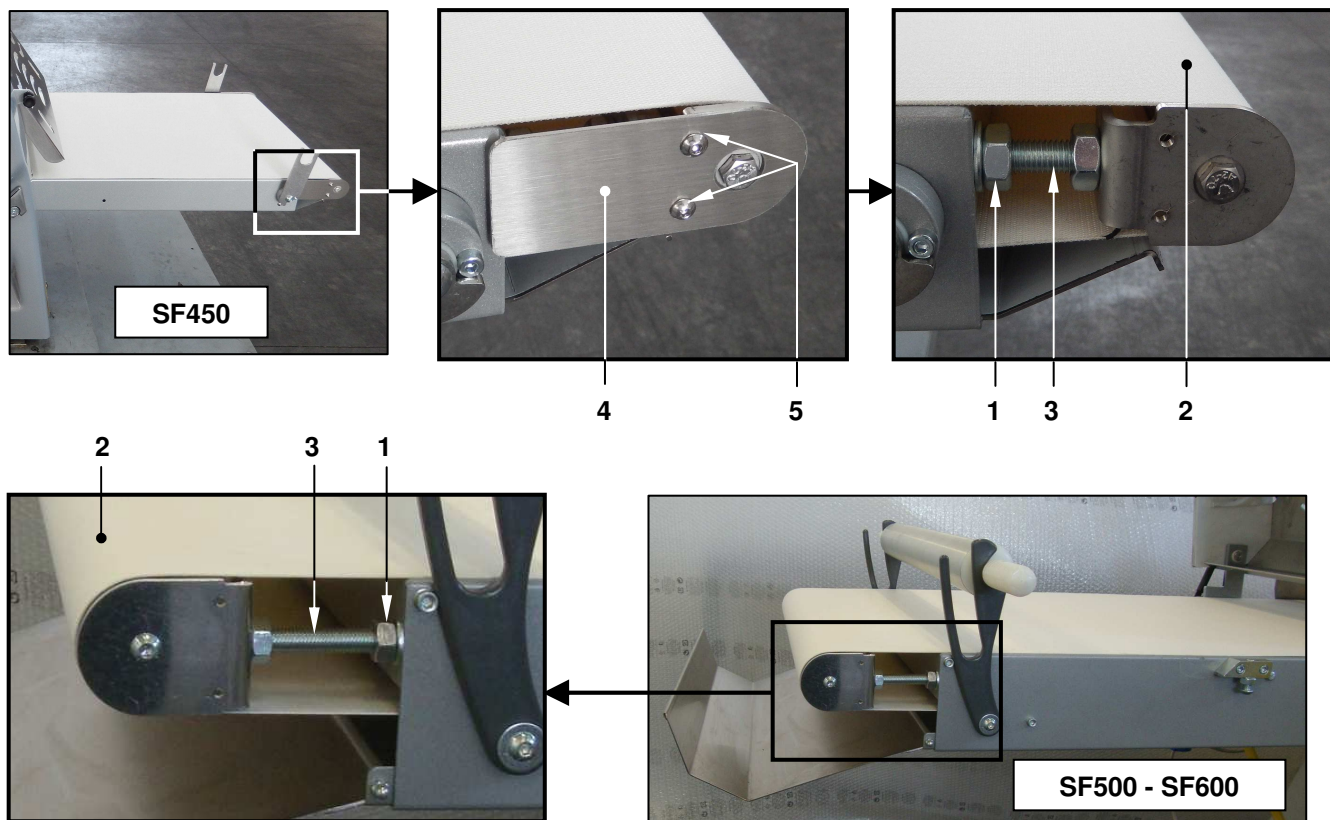

Рис. 32 - Порядок натяжения и центрирования ленты
Отпустите рожковым ключом гайки (1) с обеих сторон стола для перемещения натяжного барабана (2) вперёд/назад резьбовыми шпильками (3) (см. Рис. 32). Натяжение будет достаточным, как только скорости обоих столов выровняются, как в холостом режиме, так и под нагрузкой. Сильное натяжение не даёт преимуществ, а только приводит к ускоренному износу.